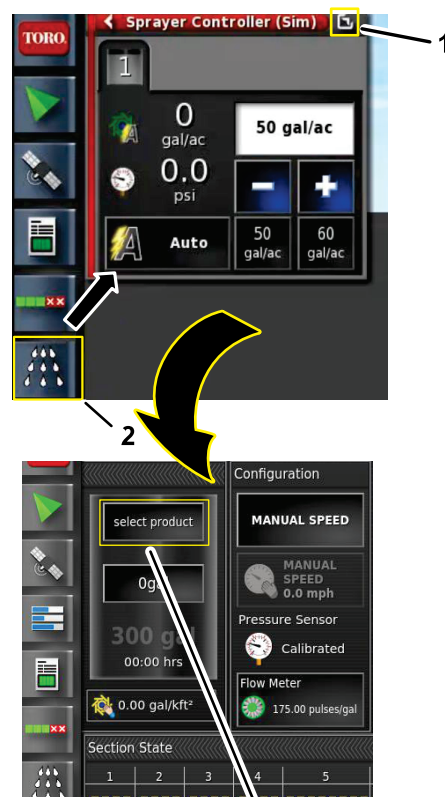

図 115
2. 散布コントローラアイコンを押し、コントローラパネルにある「ビューを拡大」アイコンを押し 図 115。
3. 薬剤構成 アイコンを押し 図 115。